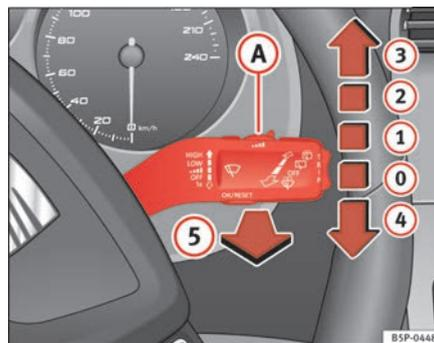

Fig. 85 Levier d'essuie-glace et de lave-glace
Le levier d'essuie-glace ⇒ fig. 85 est doté des positions suivantes :
- Si le véhicule s'arrête lorsque le cran \Rightarrow page 130, fig. 85 ② ou ③ a été sélectionné, le cran immédiatement inférieur est sélectionné. Si le véhicule repart, le cran sélectionné précédemment est à nouveau sélectionné